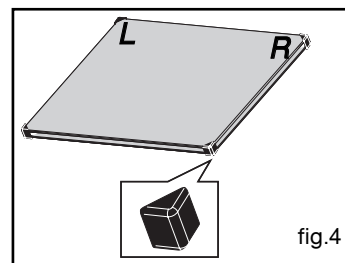

fig.4
• Plat multi usages (fig.4)
- Si nécessaire, retirez l'ensemble des glaces intérieures de la porte. Cet ensemble est composé d'une ou deux glaces selon modèle avec à chaque coin une butée caoutchouc noire (fig.4).